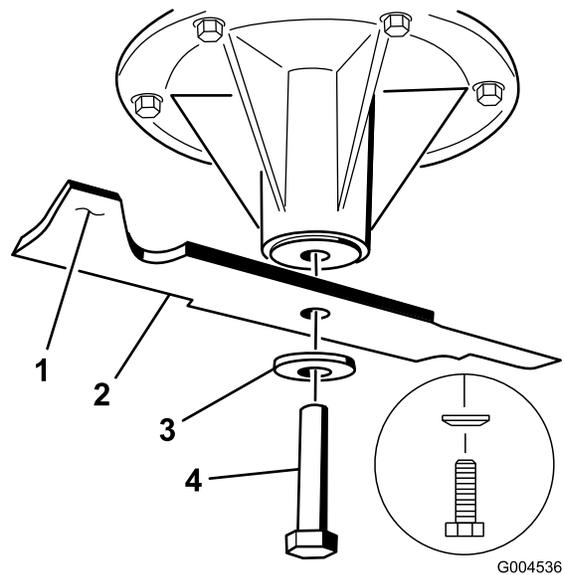

図 83
1. スピンドル・シャフトにブレードを取り付ける（図 83）。
2. スプリングディスクとブレードボルトを取り付けるスプリングディスクは、円錐部をボルトの頭に向けて取り付ける（図 83）。各ブレードボルトを85~110ft. -lb (115~150Nm = 11.8~15.2kg.m) にトルク締めする。